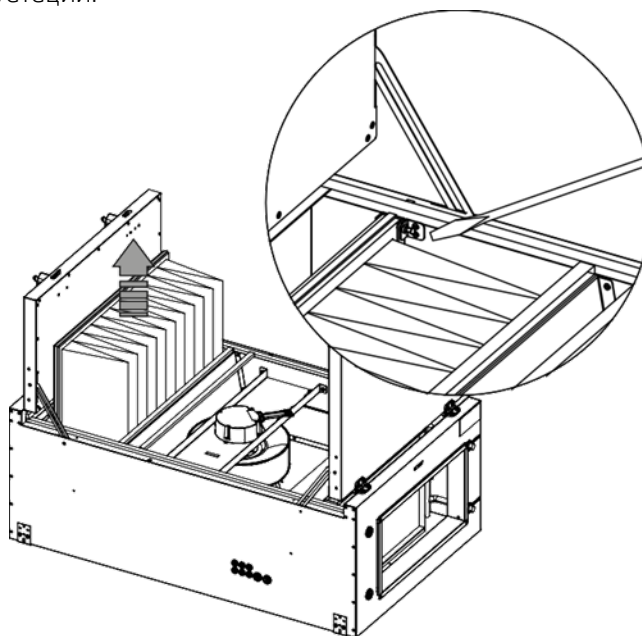

Рис.56
3. Придерживая фильтр, открутите винт, фиксирующий фильтр в рамке и аккуратно выньте фильтр из агрегата (см. Рис.56). Будьте осторожны: фильтр сильно запылён, не трясите его, не вдыхайте пыль в случае её осыпания. Аккуратно поместите запылённый фильтр в пластиковый пакет для дальнейшей транспортировки и утилизации. Утилизацию запылённого фильтра проводите согласно местным и локальным нормам и требованиям.